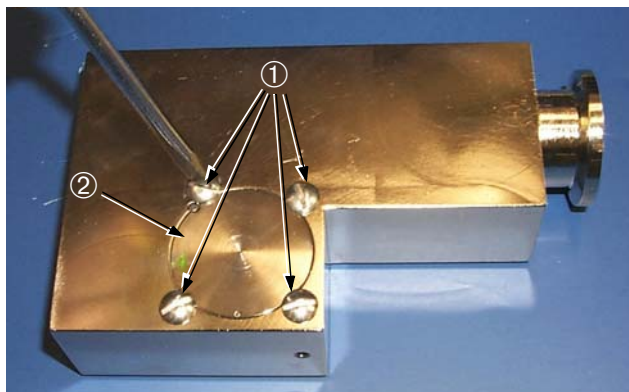

Figura 4-17 Pieza del Polo Magnético
1. Extraiga los 4 tornillos ranurados ① para liberar la pieza del polo magnético ② (Figura 4-17).